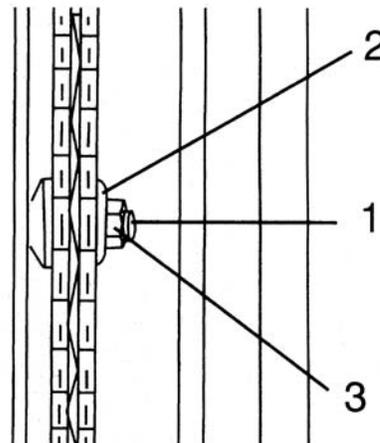

Fig. 32
4. El árbol (1) permite como diámetro máximo de dado 1/2" (Vea Fig. 32).